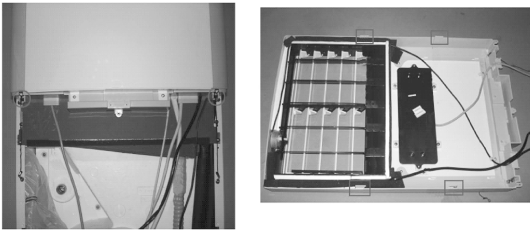

图 5-23 风框组件的拆卸
2) 风框组件的拆卸。拧下面板下方的左右各一颗螺钉和顶部三颗螺钉，然后抓住面板两边用力向上推，退出扣位（左右两边各有两个扣位）后即可卸下出风框组件。风框组件的拆卸如图 5-23 所示。